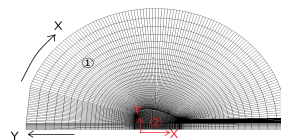
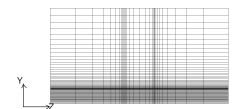
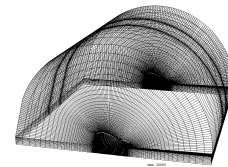

Fig.3.2.1: Grid (side view)
Fig.3.2.2: Grid (front view)
Fig. 3.2.3: Grid (bird's eye view)
計算領域では表面効果翼艇を図のように 2 分割した。格子は翼に沿ったものとし, 格子数は図の領域①では ( $X \times Y \times Z$ )  $161 \times 41 \times 31$ , 領域②では ( $X \times Y \times Z$ )  $119 \times 31 \times 31$  である。(Fig. 3.2.1, Fig. 3.2.2) また, 翼に近いほど格子数を細かくした。(Fig. 3.2.3)